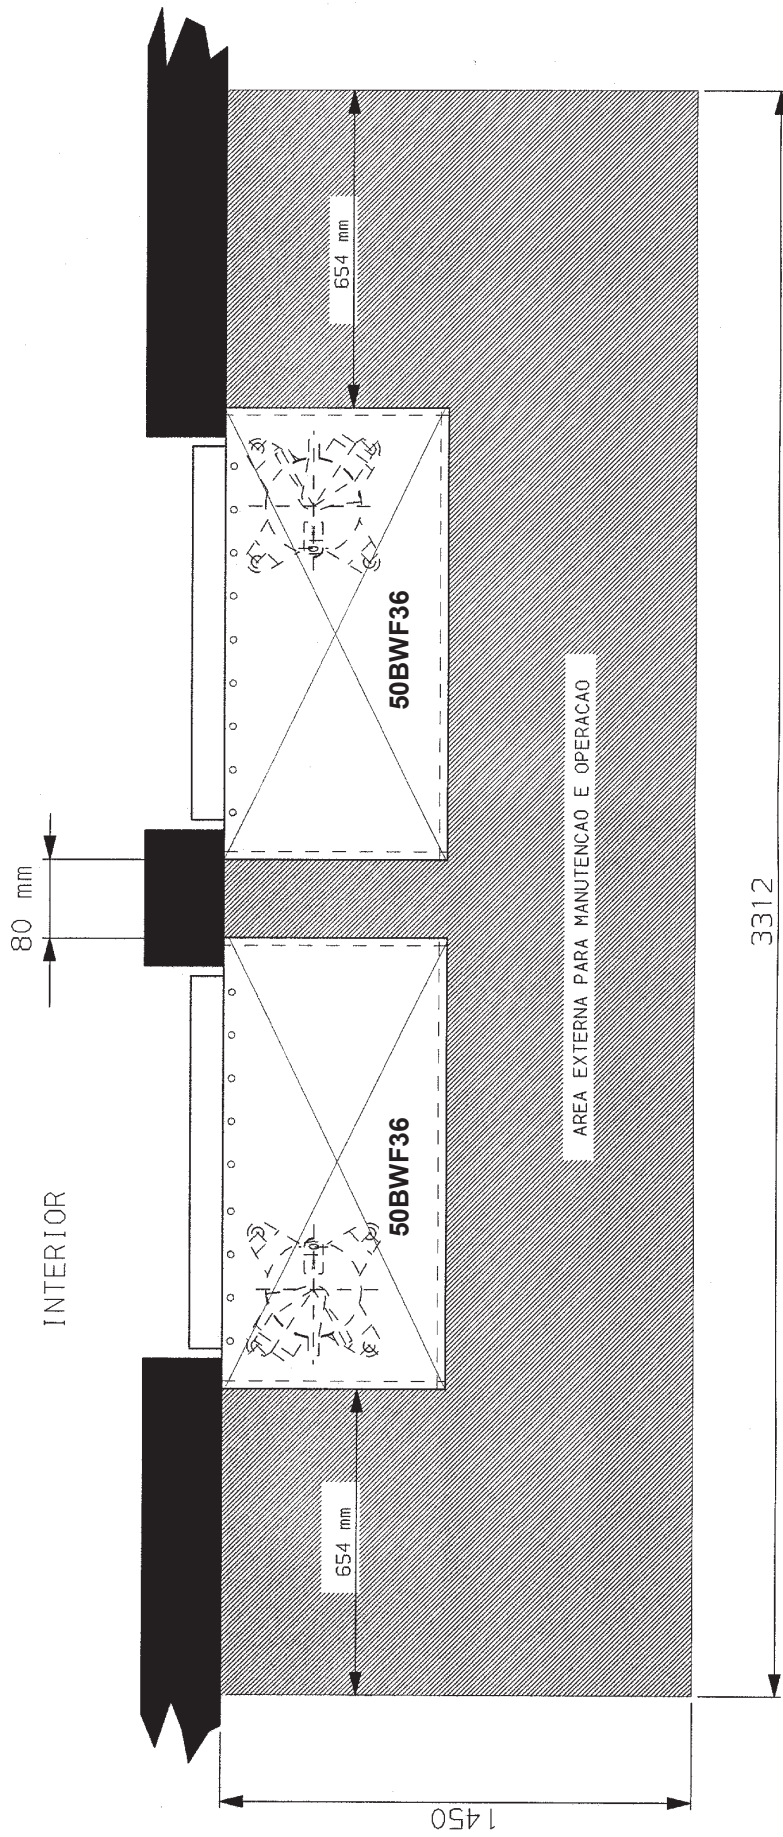

Figura 3 - Espaços Mínimos requeridos para manutenção e operação
- Prever suficiente espaço para serviços de manutenção conforme Figura 3. As unidades foram projetadas para permitir fácil acesso a todos os seus componentes através da simples remoção de seus painéis de fechamento.